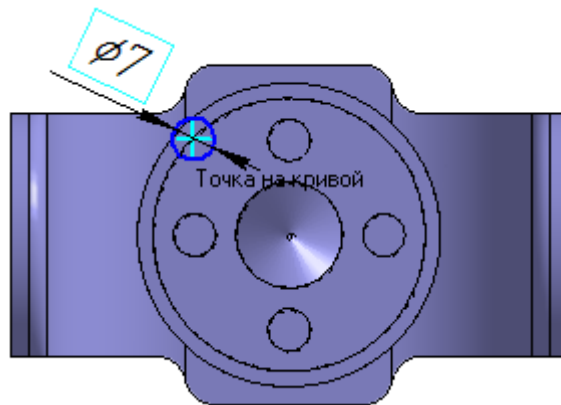

Рисунок 77.
- Укажите окружность, затем укажите положение размерной линии и присвойте размеру значение 7 мм (рис. 77).